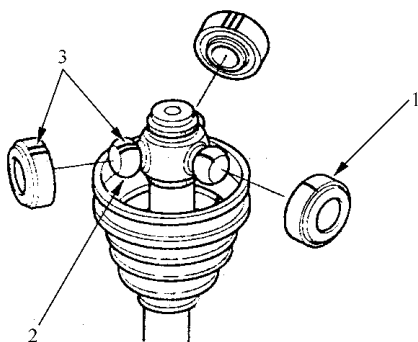

图 6-72 安装滚柱
5) 如图 6-72 所示, 安装滚轮轴上的滚柱, 使滚柱凸肩侧向外。